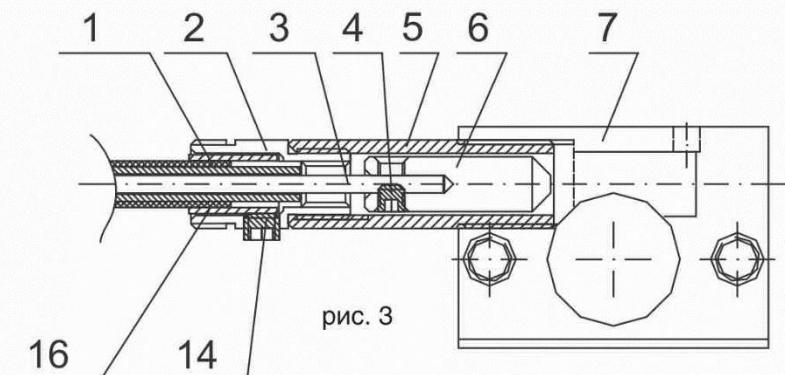
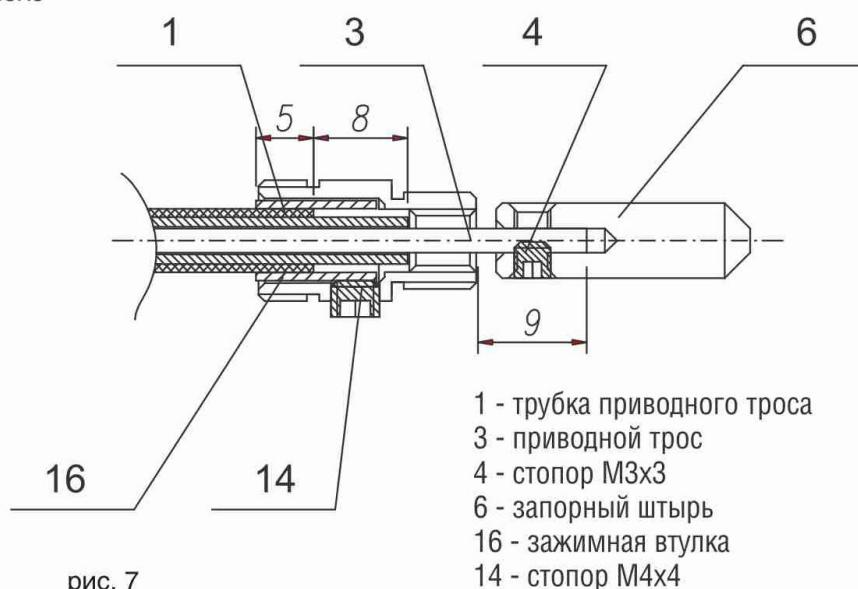

рис. 3
рис. 7
3. Собрать замковый механизм согласно рис.1, при необходимости уменьшив длину трубки приводного троса (см. рис.7)
3. Собрать замок согласно рис.3, при необходимости уменьшив длину трубы приводного троса (см. рис.7).
5. Собрать первый замок согласно рис.5, при необходимости уменьшив длину оболочки приводного троса (см. рис.7).
6. Собрать второй замок согласно рис.3, при необходимости уменьшив длину трубы приводного троса (см. рис.7).
Отрезать трос так, чтобы он был длиннее трубы на 9мм (см.рис.7).